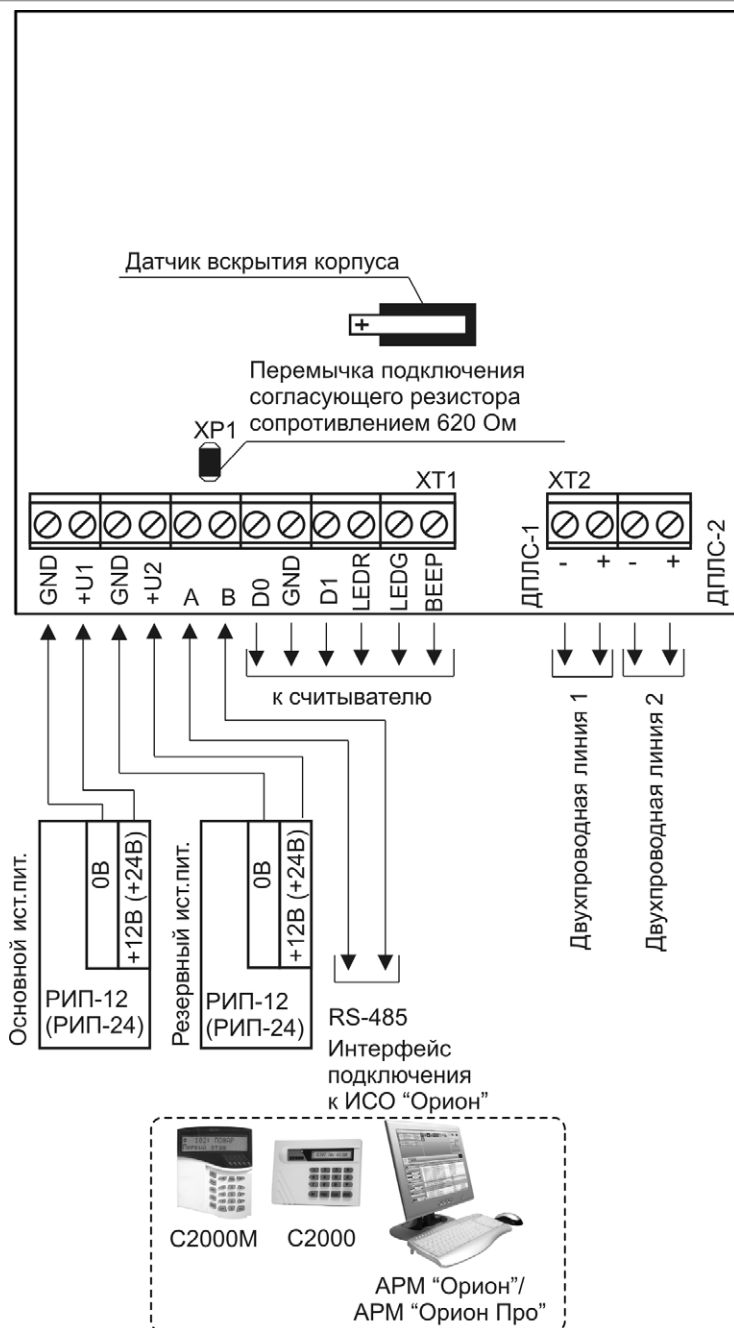

Рисунок 5.
1. Подключите соединительные линии в соответствии с проектной документацией и схемой на рис. 5.